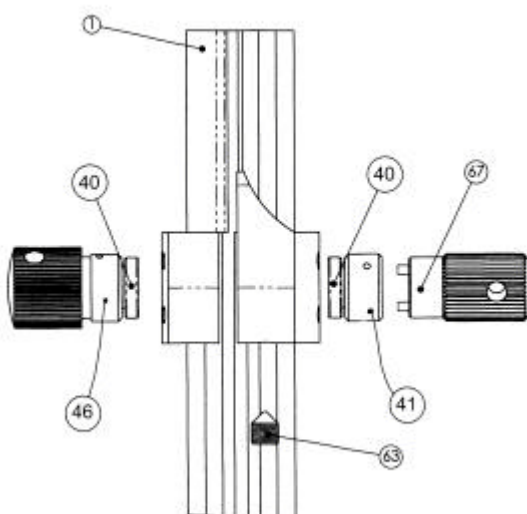

Fig.17
IV 12 - Dévisser à la main de quelques tours le bouton bâbord (46) du guide-ralingue (3) pour écarter les galets (40). Fig. 17.